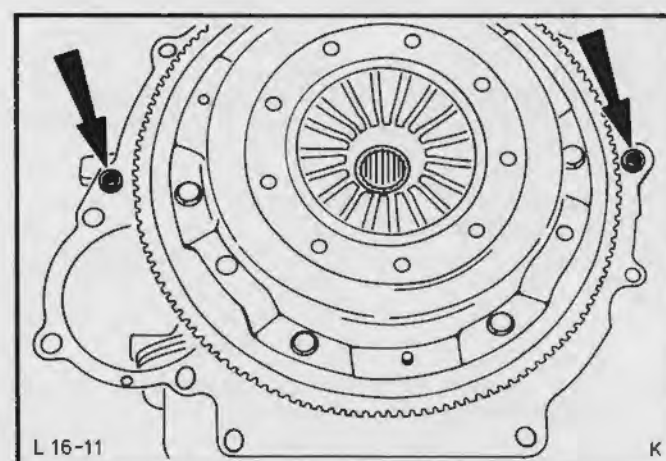

Fig.21. Koblingshusets styrebøsninger
17. Om nødvendigt overføres mellemladens styrebøsninger fra koblingshuset til motorblokken, Fig.21.